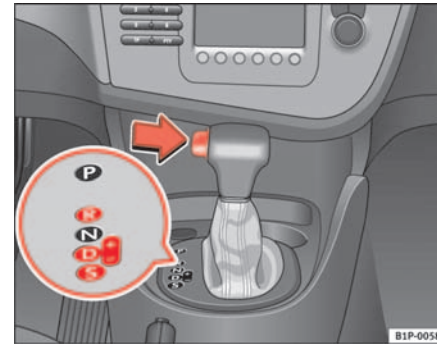

Abb. 119 Fahren
- Drücken Sie den Taster am Wählhebel (links am Wählhebel ⇒ Abb. 119).